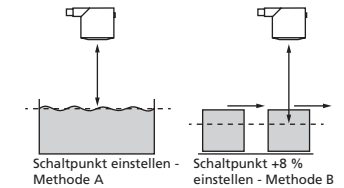

Bild 4: Einstellung des Schalt-punktes bei unterschiedlicher Bewegungsrichtung des Objekts
- Für die Abtastung von Objekten, die seitlich in das Schallfeld eintreten, sollte die Teach-in-Prozedur »Schalt-punkt +8 % einstellen – Methode B« gewählt werden. Es wird ein um 8 % größerer Schalt-punkt als die tatsächliche Entfernung zum Objekt eingestellt. Dies stellt auch bei geringfügigen Höhenschwankungen der Objekte einen stabilen Schalt-punkt sicher, vgl. Bild 4.